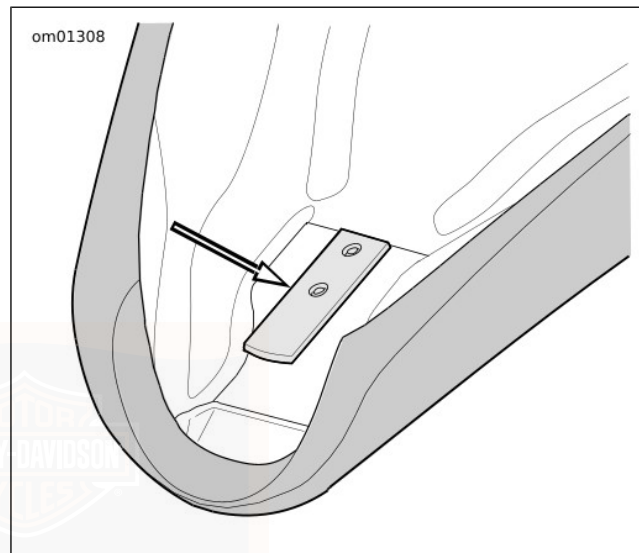
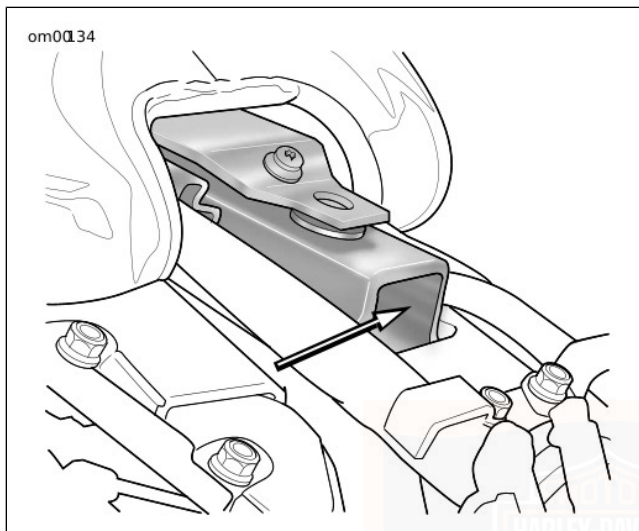

Figura 60. Linguetta della sella (tipica)
Figura 61. Dorsale del telaio
Vedere Figura 60 e Figura 61. Le motociclette Softtail (tranne i modelli FXCWC e FLSTSB) sono dotate, sotto la sella, di
2. Vedere Figura 60. Spingere indietro la sella in modo da liberare la linguetta – che si trova sulla parte anteriore della sella – dalla fessura o dalla staffa della dorsale del telaio.